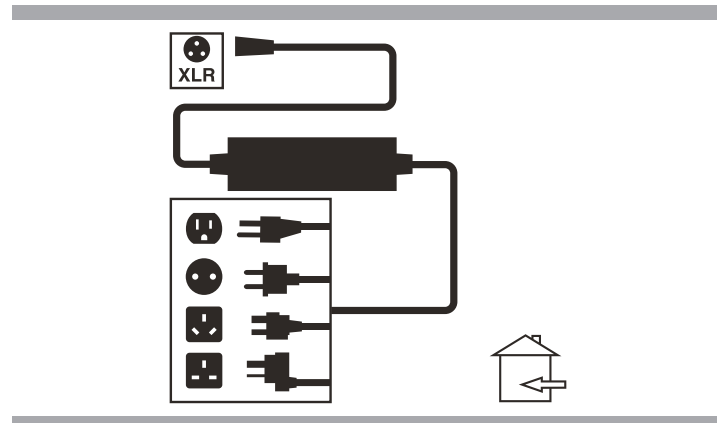

Figure 18. Recharge des batteries
3. Branchez le connecteur à 3-fiches du câble du chargeur externe dans le réceptacle de programmation/chargeur sur le contrôleur. **Voir la figure 18.**